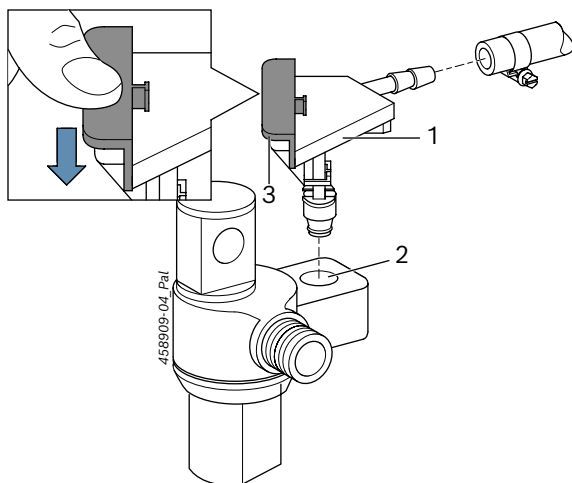

Fig. 4: Returflödesadapter 1 683 356 138
Returflödesadaptern 1 683 356 138 (Fig. 4, pos. 1) förbinder returflödet från Delphi CRI (Fig. 4, pos. 2) via slangledningen 1 680 712 249 och via slangledningen 1 680 712 289 med testanslutningen för returflödet vid EPS 200 / EPS 205.
i Säkra returflödesadaptern genom att trycka ner armen (Fig. 4, pos. 3). Avlägsna genom att dra armen uppåt för att sedan dra ut returflödesadaptern ur returflödesanslutningen.